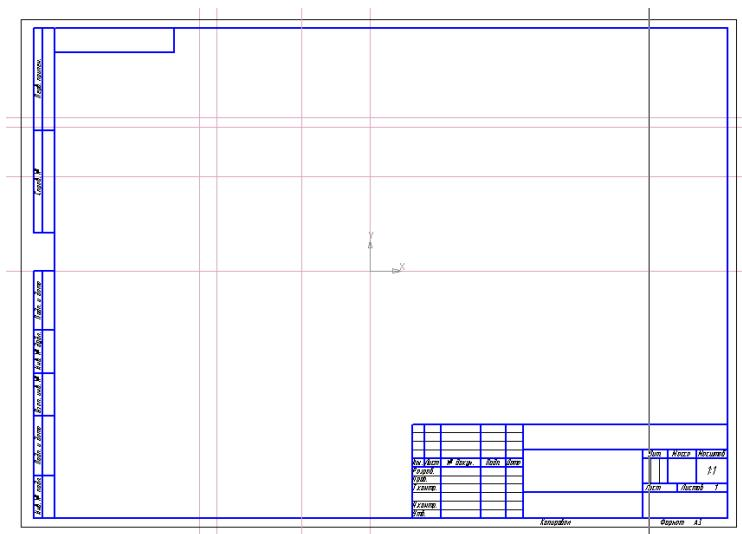

Рис. 4.17. Построение вспомогательных линий на виде сверху
3. Для начала проведем через нашу локальную СК две вспомогательные прямые перпендикулярные друг другу, которые будут служить координатными осями. Начнем построение вида детали спереди, для этого проведем необходимые вспомогательные прямые (рис. 4.17).